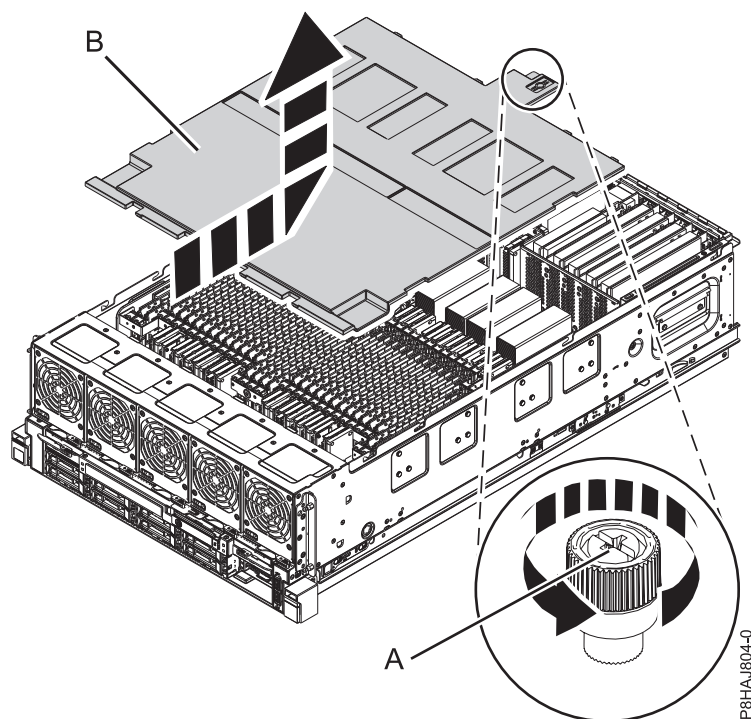

Figura 31. Extracció de la coberta de seguretat
2. Afluïxeu el cargol de mà (A) que hi ha a la part posterior de la coberta fent-lo girar en la direcció que es mostra a la Figura 31 a la pàgina 53.
3. Desplaceu la coberta de seguretat (B) cap a la part posterior del sistema. Quan la part frontal de la coberta deixi al descobert la lleixa del marc superior, aixiqueu la coberta fins treure-la del sistema.